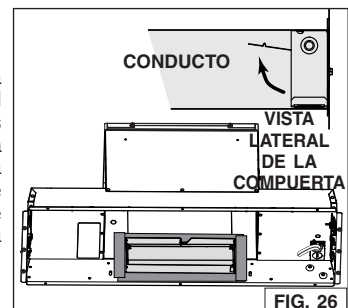

FIG. 26
4. Desde el interior de la campana, deslice el adaptador/compuerta de 3/4 pulg. x 10 pulg. en el conducto horizontal, después fijarlo a la campana usando cinta adhesiva metálica para sellar la junta (FIG. 26). Asegúrese de que la compuerta abra como se muestra en la vista lateral de la compuerta.